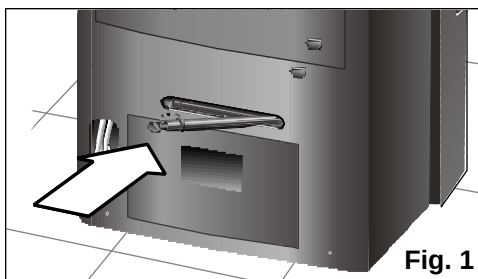

Fig. 1
- ❑ Assurez-vous que le bouchon d'évacuation est bien à sa place car il peut s'être déplacé pendant le transport, **Fig. 1**.